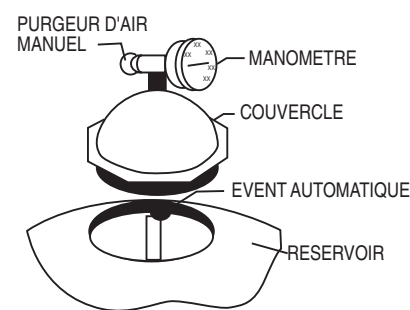

Figure 1.
- Faites pivoter le diffuseur pour le décentrer dans le réservoir des TR40, 50, 60, 100 & 140 en le tournant dans le sens inverse des aiguilles d'une montre. (**REMARQUE:** Le multidiffuseur ne doit pas être déplacé sur les modèles TR100C, TR100C-3 et TR140C, TR140C-3. Après avoir mis en place le matériau de filtrage comme indiqué plus loin, vérifiez que le haut des diffuseurs est parallèle au lit de sable.) Remplissez à moitié le réservoir d'eau. Versez d'abord le gravier pisiforme (le cas échéant), puis le sable lentement dans le haut du filtre, pour éviter que l'impact créé par le matériau de filtrage endommage les éléments latéraux. Voir les données figurant dans le Tableau B du présent livret pour les quantités correctes de sable et de gravier. Remplacez le filtre jusqu'au niveau permettant de maintenir une hauteur au-dessus du sable constante (voir Tableau B). Faites pivoter le diffuseur pour le ramener dans sa position verticale si vous l'avez déplacé. Veillez à ce que l'évent automatique dépasse dans le haut du couvercle, comme indiqué sur la Figure 1 ci-dessous. Vérifiez que l'évent est centré dans le couvercle. Enlevez tout sable entourant l'ouverture filetée en haut du réservoir.